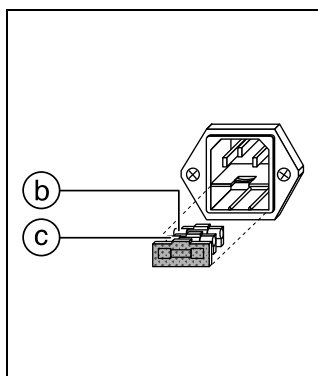

Fig. 3.2
Remplacer le fusible défectueux ② par le fusible de réserve ③ dont on aura préalablement vérifié l'ampérage (fig. 3.2).
Retirar el fusible dañado ② y reemplazarlo por el fusible de reserva ③ no sin antes haber comprobado que las características de este último son correctas (Fig. 3.2).